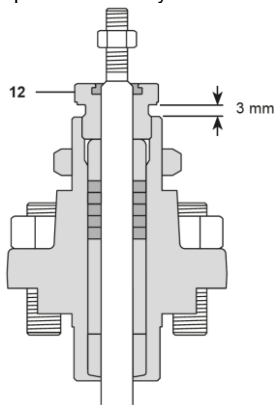

Fig. 23
- o Grafiet: een opening van 3 mm tussen de onderkant van de pakkingmoer en het deksel (zie **Fig. 23**).